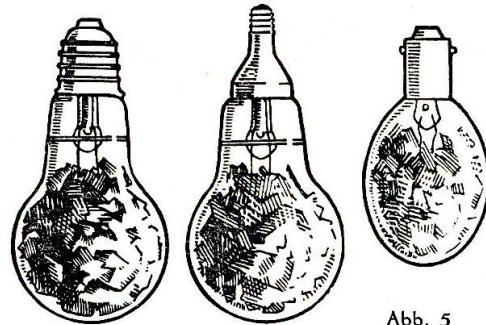

Abb. 5
federnde Kontaktplatte werfen, s. Abb. 4. Jede Blitzlampe muß nun so eingesteckt werden, daß ihr Bodenkontakt mit dieser Kontaktplatte Beführung hat und sie etwas nach innen drückt. Wenn der Druck auf den Bedienungsknopf (7) des Schnellspanners nachläßt, schließt sich der Schnellspanner und hält die Blitzlampe fest. Er ist im übrigen für alle Blitzlampen geeignet, ganz gleich welcher Größe und mit welchem Sockel, s. Abb. 5. Soll die Blitzlampe entfernt werden, genügt ein Druck auf den Bedienungs-